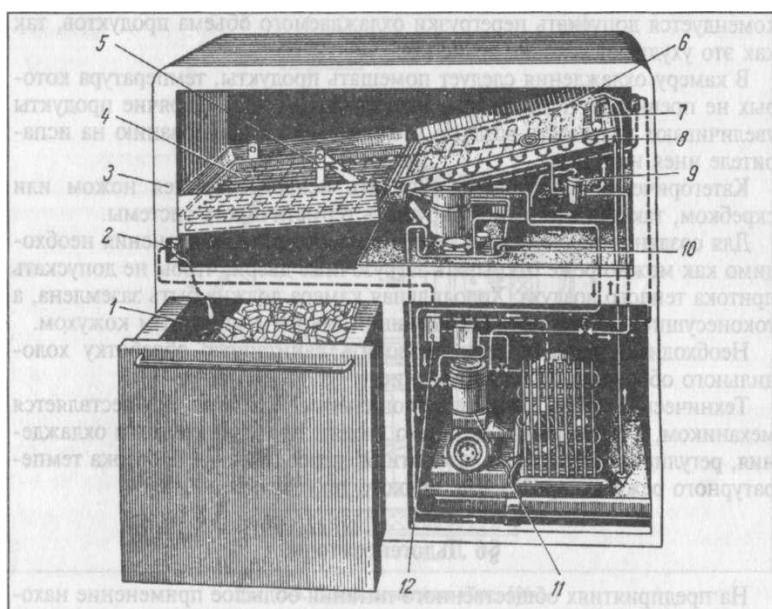

Рис. 15.7. Льдогенератор ЛГ-10М:
1.Льдогенератор ЛГ-10 М (рис. 15.7) представляет собой металлический шкаф с тремя отделениями. В верхнем отделении шкафа находится сам льдогенератор, в левом нижнем — бункер для хранения и в правом нижнем — машинное отделение.